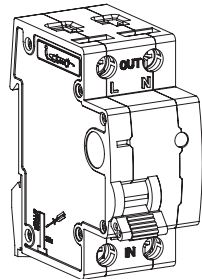

Рис. 1. УСТРОЙСТВО
3.1. УСТРОЙСТВО (Рис.1) является неразборным, содержит корпус с винтовыми зажимами входа и выхода линий фазы и нейтрали, внутри корпуса – плату управления и срабатывающий по ее команде механизм свободного расцепления входного и выходного контактов фазной линии. Входной и выходной контакты нейтрали соединены.